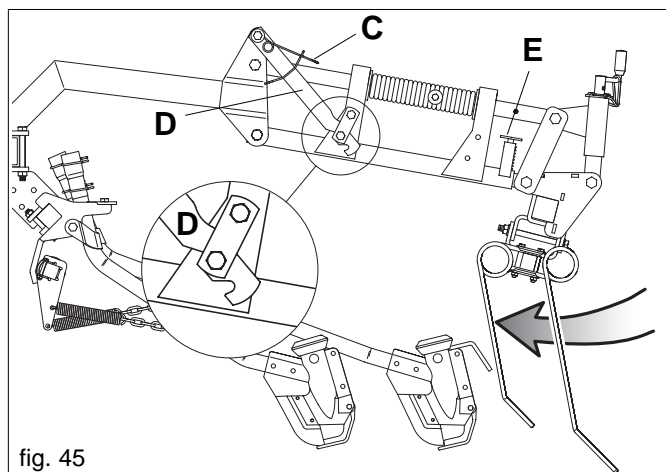

fig. 45
Durant le transport routier, les dents de la herse recouvre-graines doivent être tournées vers le bas (Fig. 45).
- 1) Placer le ressort (C) comme indiqué sur la Figure 45.
- 2) Soulever la herse recouvre-graines jusqu'à pouvoir accrocher le levier (D Fig. 45).
- 3) Soulever le pivot (E Fig. 45) et faire coulisser la herse jusqu'à ce que le pivot s'accroche automatiquement (E Fig. 45).